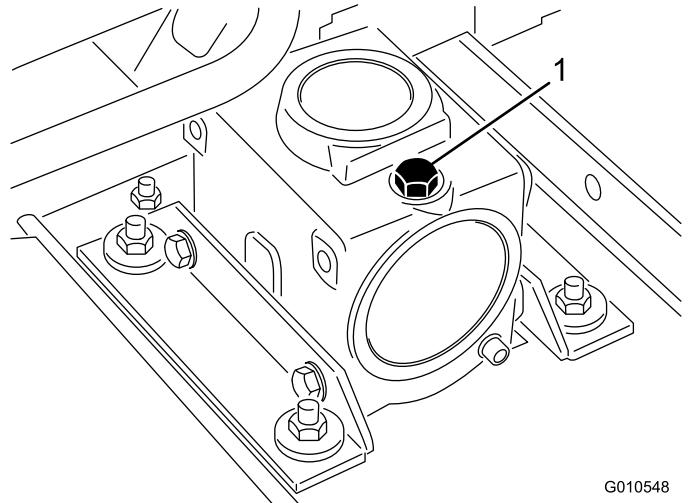

Figura 20
2. Parcheggiate la macchina e l'apparato di taglio su una superficie piana e abbassate l'apparato di taglio. Togliete il tappo di riempimento/asta di livello da sopra gli ingranaggi (Figura 20) e verificate che il lubrificante si trovi tra i segni riportati sull'asta. Se il livello del lubrificante è basso, aggiungete lubrificante per ingranaggi